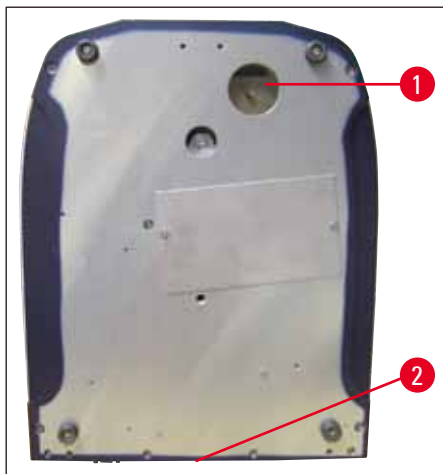

Fig. 7
- Parte inferior del instrumento (→ Fig. 7)
- Conectar el tubo de desagüe (→ Fig. 7) por la parte inferior del equipo (→ Fig. 7-1)